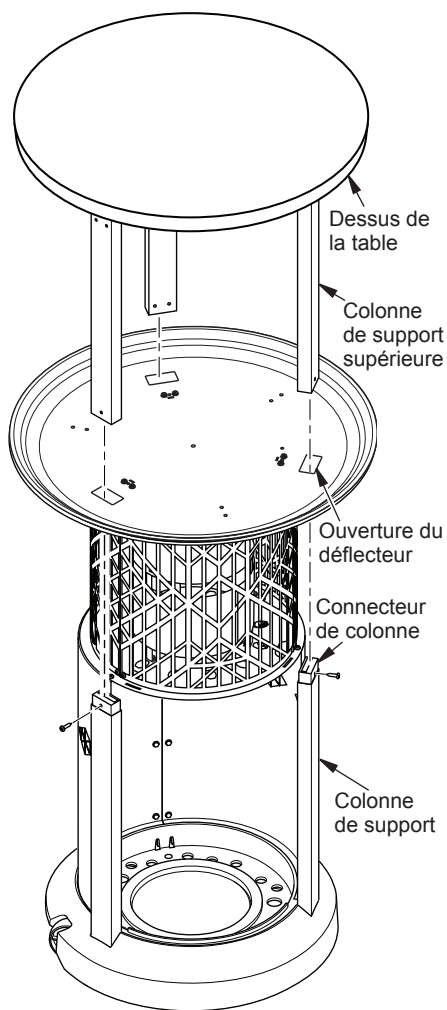

Figure 10 - Installation du dessus de la table
17. Remettez à l'endroit l'assemblage des supports de la table. Faites glisser les colonnes dans les ouvertures de l'assemblage du déflecteur (voir figure 10). Placez les colonnes du haut sur les connecteurs des colonnes. Fixez chaque ensemble avec une vis (C) chacun (voir figure 10).